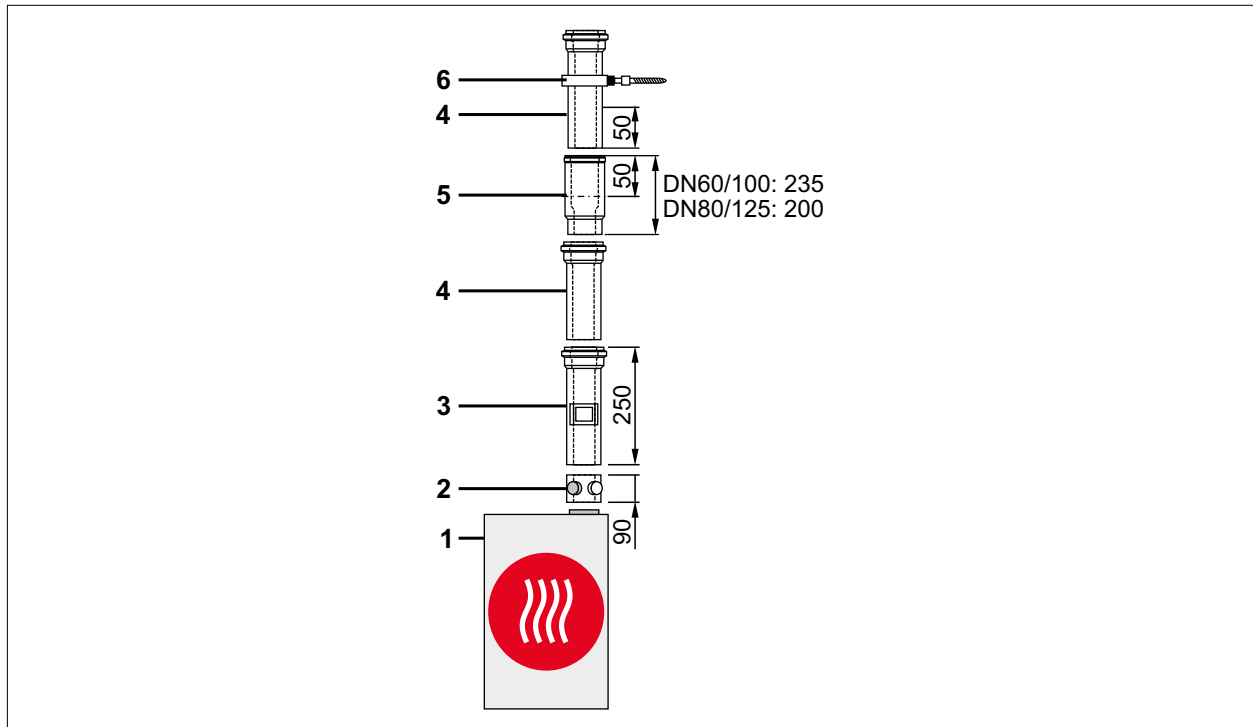

Abb. 5.14 Beispiel Luft-/Abgasführung [mm]
- Geräteanschluss mit Abgas-Messöffnung (2) ([Abb. 5.14 Beispiel Luft-/Abgasführung \[mm\]](#)) grundsätzlich am Anschluss des Wärmeerzeugers (1) montieren.
- Trennvorrichtung (6) (Abb. 5.14 Beispiel Luft-/Abgasführung [mm]) bis zum Anschlag in die vorhergehende Muffe (5) schieben.
- Nachfolgendes Luft-/Abgasrohr (5) 50 mm in die Muffe der Trennvorrichtung (6) schieben.
- Luft-/Abgasrohr (5) in dieser Position unbedingt fixieren, z. B. mit Abstandschelle (7) oder luftseitig mit Sicherungsschraube.